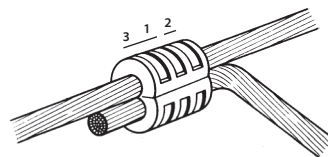

FIG. 3
- Eseguire le compressioni, utilizzando la coppia di matrici indicata nella TAB. 1, con la sequenza mostrata in Fig 3.
- Proceed with crimping operation with die set as per the TABLE 1, according to the sequence shown in Fig. 3.